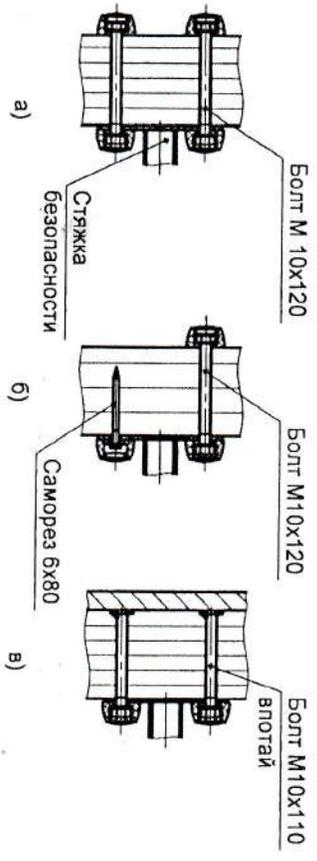

Рисунок 5
- между столбами 1.2-1.3, 1.4-1.5, 1.5-1.6, 2.1-2.2, 2.2-2.3 - болт М10х120-4шт х5 (рисунок 5а);
- У столбов 1.2, 2.5 сверху - болт М10х120-1шт х2, внизу-саморез 6х80-1шт х2 (рисунок 5б),
- У столбов 1.5, 2.2 - болт М10-х120-2шт х2 (рисунок 5а);
- между столбами 2.1-2.6 - у столба 2.6-болт М10х110 -2шт. вполай (рисунок 5в),
- между столбами 1.1-1.6 : у столба 1.1 болт М10х110 - 2 шт. вполай (рисунок 5в),
- у столба 2.1-болт М10х120-2шт. (рисунок 5а).